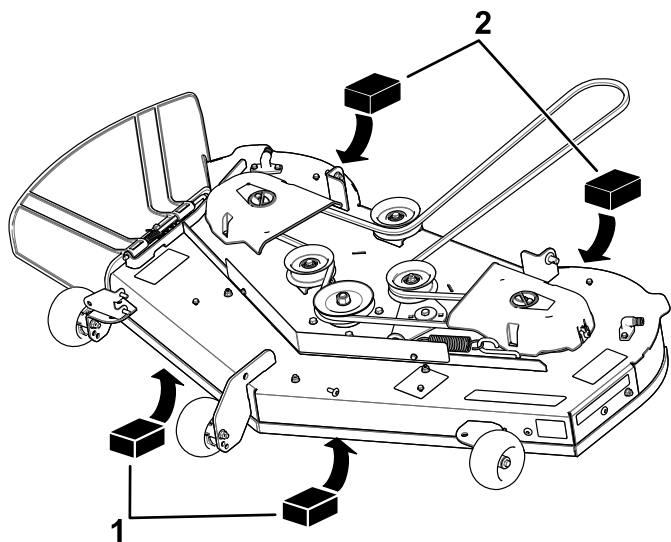

**Figure 67**
4. Placez 2 cales de 6,6 cm d'épaisseur chacune sous chaque côté du bord avant du plateau de coupe, mais pas sous les supports des galets anti-scalp (Figure 67 ou Figure 68).
5. Placez 2 cales de 7,3 cm d'épaisseur chacune sous le bord arrière de la jupe du plateau de coupe, une de chaque côté (Figure 67 ou Figure 68).